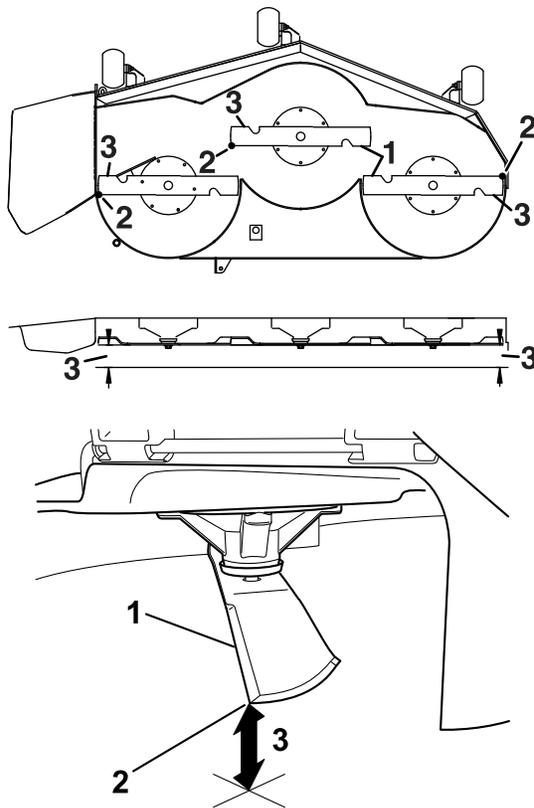

Figura 84
6. Mida entre la punta de la cuchilla y la superficie plana (Figura 84). Si hay una diferencia de más de 5 mm entre ambas dimensiones, ajuste la nivelación, y siga con este procedimiento.
12. Gire cuidadosamente las cuchillas colocándolas perpendicularmente al sentido de avance de la máquina (Figura 84).